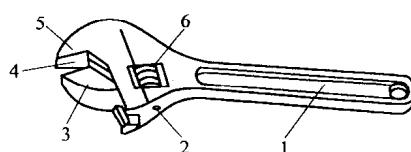

图 1-5 活扳手
3. 活扳手 活扳手简称扳子，它的头部由定扳唇、动扳唇、蜗轮和轴销等构成，如图 1-5 所示。旋动蜗轮可调节扳口的大小。常用活扳手的规格有 150mm、200mm 和 300mm 等，使用时可按螺母大小选用适当规格的活扳手。